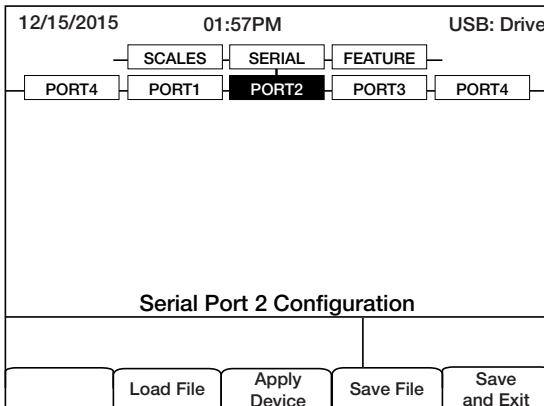

Figura 3-2. Pantalla del puerto 2
5. Coloque el visor en el modo de configuración y vaya al menú SERIAL »PORT2 que se muestra en la Figura 3-2 en la página 23.